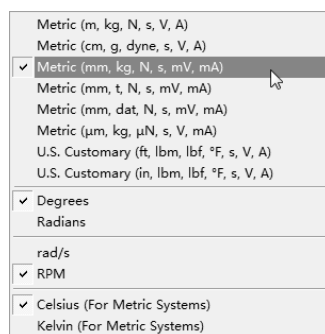

图 5-71 设置分析单位
2) 选择【Units】|【Metric (mm,kg,N,s,mV,mA)】命令，设置分析单位，如图 5-71 所示。